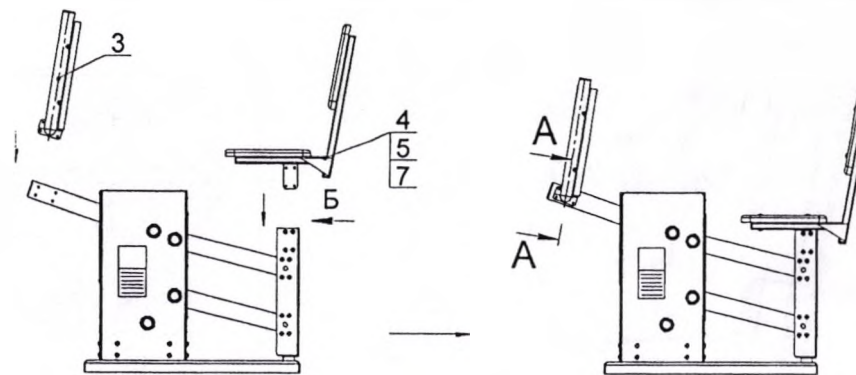

Рис.5
10.3.3 Произвести сборку тренажера (рис.5...8):